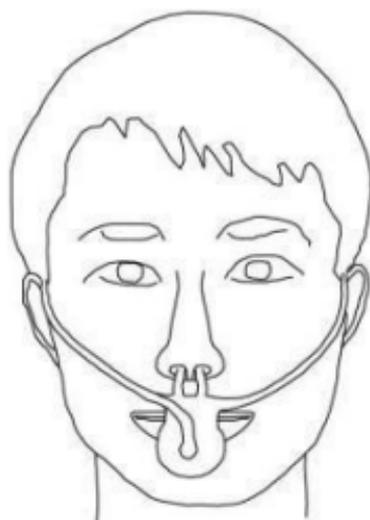

Abbildung 3.5
3. Führen Sie dann die offenen Enden der Kanüle in die Nasenlöcher ein und legen Sie die Mundmaske über den Mund (siehe Abbildung 3.5).